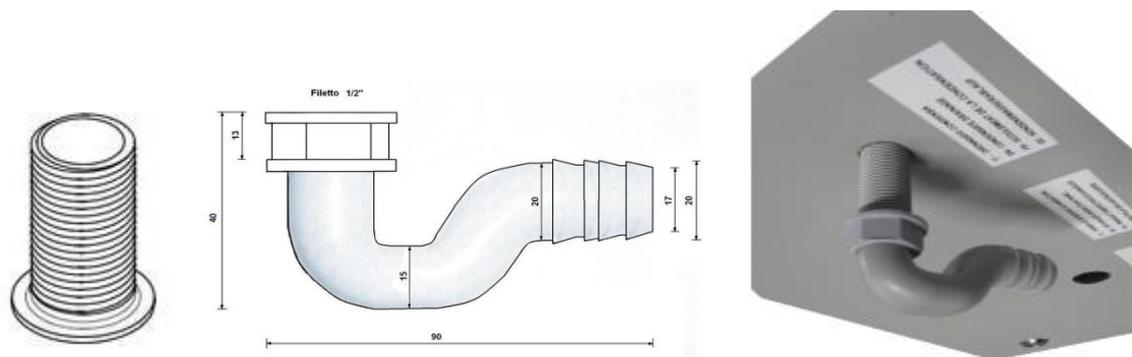
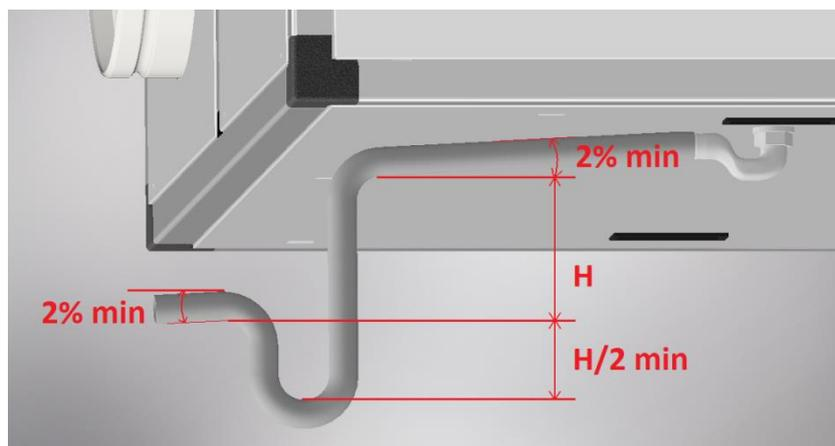

Figura 4 - Immagine del kit di scarico condensa e foto del montaggio sull'unità (è possibile tagliare il tubetto filettato a misura in modo che sporga meno)
Figura 5 - Altezza del sifone di scarico condensa ($H + H/2 + \varnothing_{\text{tubo}}$)
- Installare un adeguato sifone di scarico condensa il più vicino possibile all'unità: in dotazione è fornito un piccolo sifone (vedi Figura 4), il quale ha più una funzione di raccordo che di sifone vero e proprio. Infatti per evitare il risucchio d'aria e quindi il corretto scarico della condensa, è necessario installare/realizzare un sifone con altezza minima come indicato in Tabella 1 e Figura 5; l'altezza (H) minima è calcolata tenendo conto delle condizioni di lavoro standard dell'unità, mentre l'altezza ottimale considera la prevalenza totale del ventilatore (quindi permette un corretto scarico condensa in qualsiasi condizione).